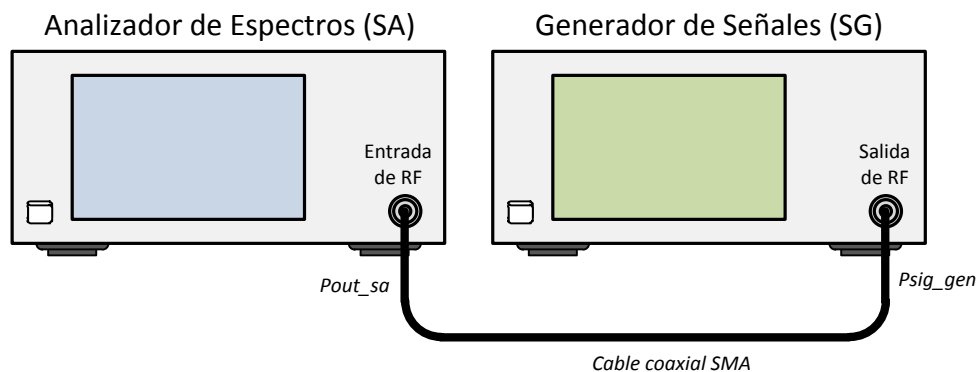

Figura 3 – Medida de las pérdidas en cables coaxiales SMA
En la Figura 3 se muestra la configuración que usaremos para medir las pérdidas de un cable.
1. Conecte el cable que vaya a usar para conectar el SG como se muestra en la Figura 3. Este cable lo denominaremos Cable-SG. Rotule este cable para su posterior identificación. Los adaptadores N a SMA no es necesario rotularlos pero sí es importante que ambos adaptadores tengan aproximadamente las mismas pérdidas de inserción. Una vez calibrados, no use otros adaptadores para evitar introducir pérdidas en los circuitos involuntariamente.